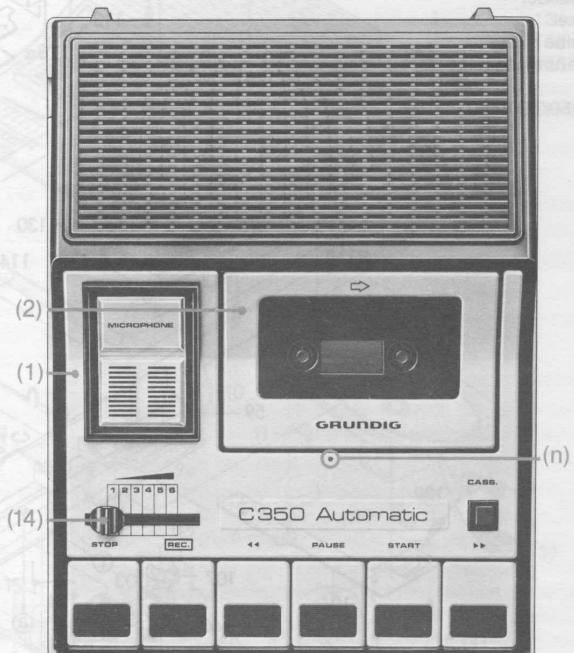

Abb. 1
- Lautstärkeregler (14) abziehen (Bild 1)